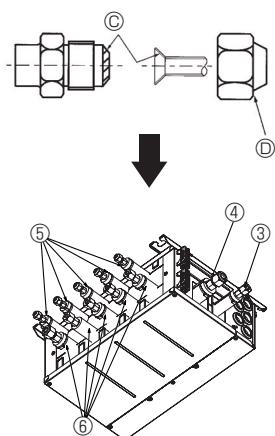

Fig. 7-2
- ⑯ Tragen Sie Kühlmittelöl auf die gesamte (Fig. 7-2) Oberfläche des aufgeweiteten Sitzes auf.
- ⑰ Verwenden Sie grundsätzlich die am Gerät befindlichen Konusmuttern (im Handel erhältliche Konusmuttern könnten reißen).